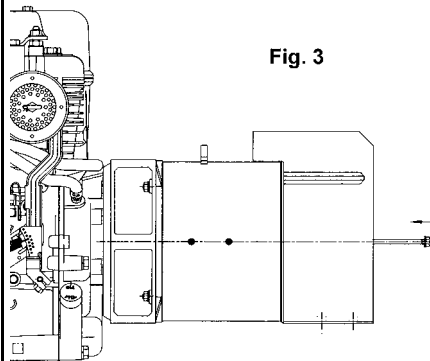

Fig. 3
-) insert the central bolt into its housing and screw the nut (figure 3)
Leerlauf: die Spannung ist durch den Compoundtransformatorluftspalt nach folgenden Verfahren regulierbar Abbildung 3